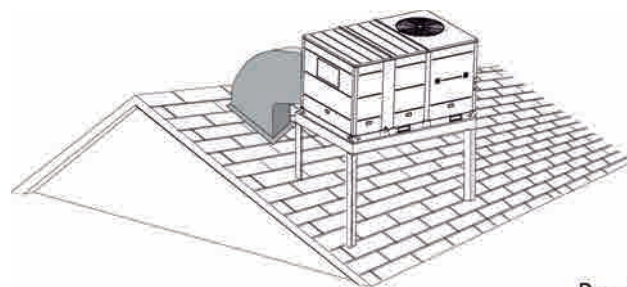

Рис.5-2
- Снимите панели для горизонтальной подачи и возврата воздуха (см. рис. 5-2).